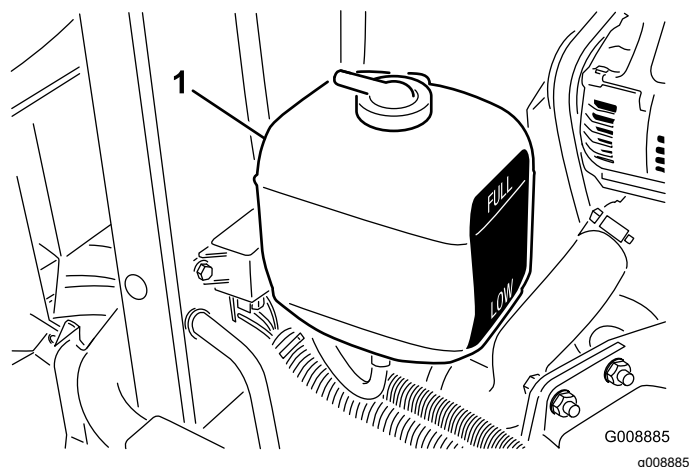

図 31
2. 補助タンクの冷却水量を点検する図 31。エンジンが冷えた状態で、タンク側面についている本の線の間にあれば適切である。